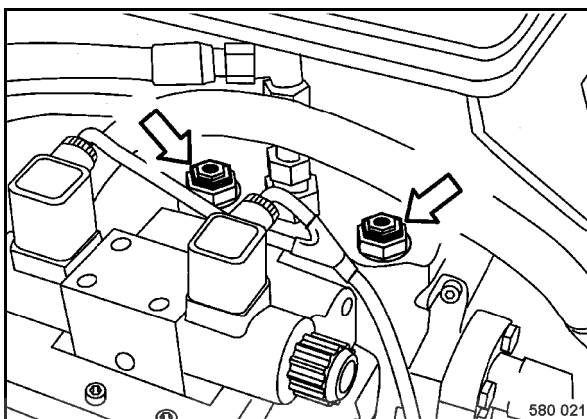

fig. 63
- Dévisser le six pans du milieu des deux clapets (fig. 63) d'env. 2 à 3 tours.